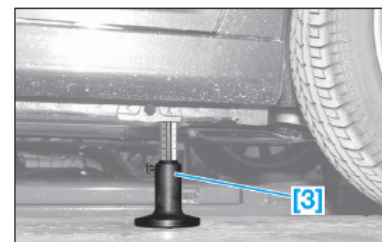

FIG. 62
• Vérifier la hauteur AV (H1) à l'aide de l'outil [3] (Fig.62), puis la comparer au tableau de mesure (voir "Caractéristiques").